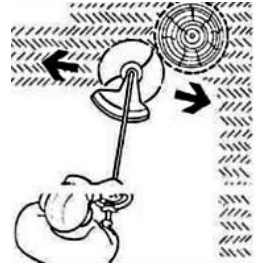

Рисунок 12
4.3.6 Не допускайте стику головки і тримерної жилки з дротами огорож, камінням, бордюрами, твердим покриттям доріжок і подібних предметів для запобігання передчасного зносу (вкорочення) тримерної жилки, пошкодження головки та появи травм. Не допускайте торкання працюючим інструментом стовбурів дерев, чагарників та інших насаджень для запобігання їх пошкодження (рис. 12).